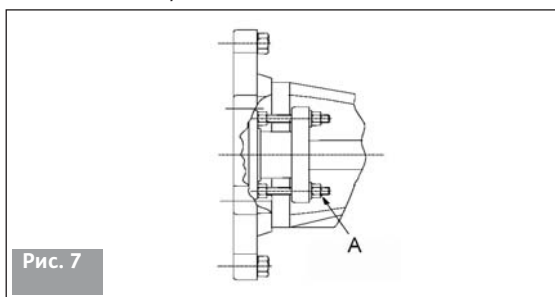

Рис. 7
10. При необходимости можно слегка затянуть втулку сальника при помощи крепежных гаек (поз. А на рис. 7).